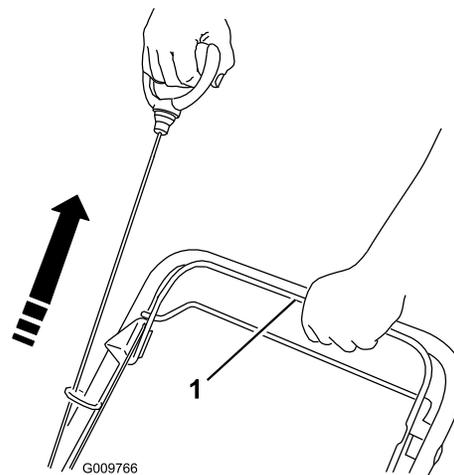

Figure 17
3. Tirez la poignée du lanceur (Figure 17) jusqu'à ce que vous sentiez une résistance, puis tirez vigoureusement.